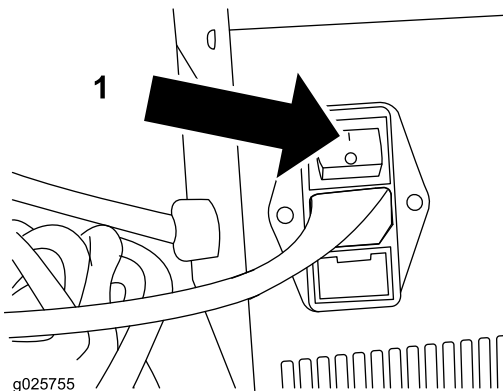

Bild 7
8. Schalten Sie das Ladegerät ein (Bild 7). Die On-LED-Lampe leuchtet auf.